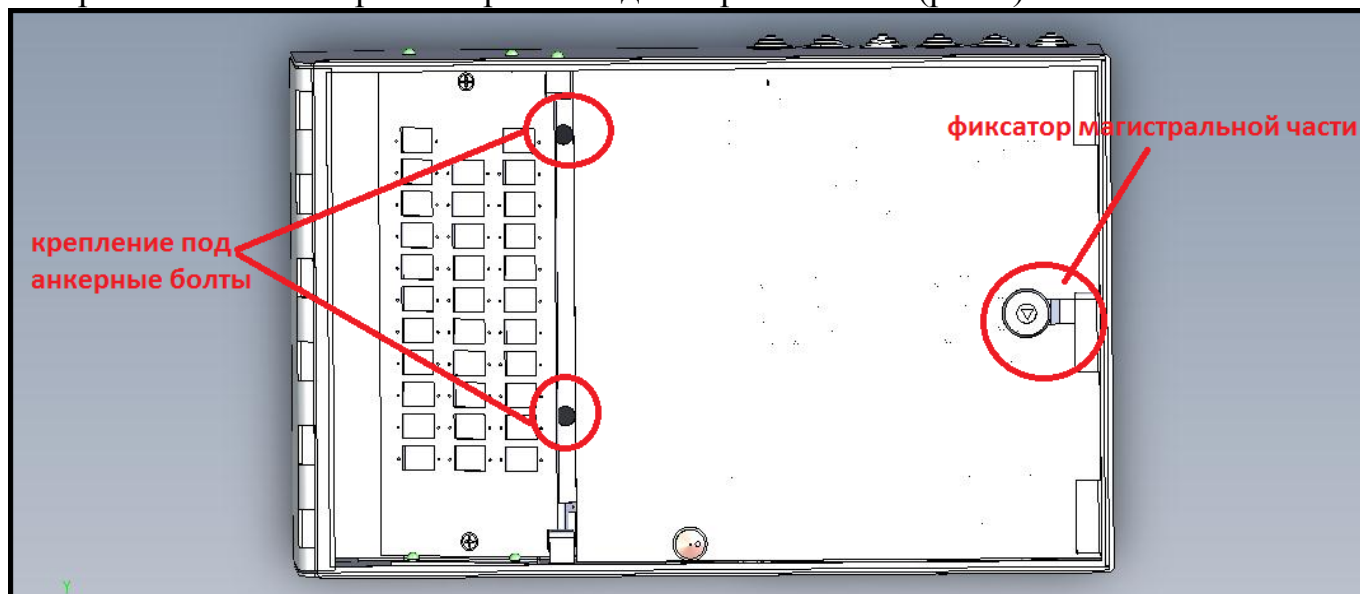

Рисунок 1. Крепежные отверстия и магистральной части
- С помощью 2-х анкерных болтов, диаметром 8мм, закрепите шкаф на вертикальной поверхности стены через отверстия под анкерные болты (рис.1).
- Открыть заглушку абонентской части (Рис.1).